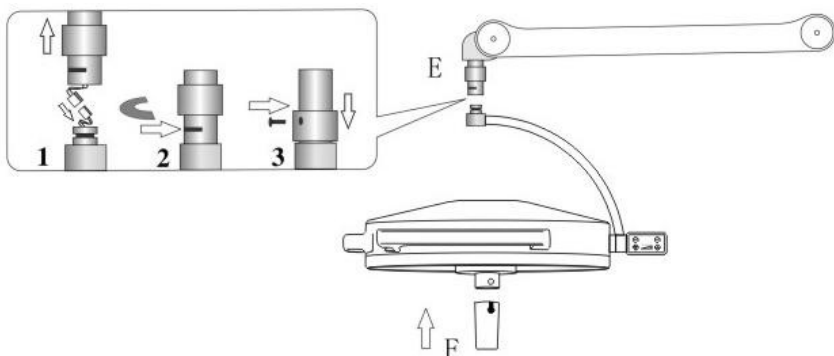

Abbildung 6
6) Montage der Lampenfassung: Lösen Sie die Schraube an der Abdeckung des sichelförmigen Stift, schieben Sie den Halbmondstift nach oben und entfernen Sie ihn, verbinden Sie dann die **Lampenfassung**① und den **Federarm**④ gemäß Abbildung 6-E in der Reihenfolge 1, 2, 3; das heißt: Erster Schritt: Stecken Sie den Stromstecker an. Zweiter Schritt: den Halbmondstift montieren. Dritter Schritt: Die Abdeckung aufsetzen und befestigen. Zuletzt die **Taste** ⑩ am mittleren Griff in Abbildung 6-F drücken, wobei die Führungsnut des mittleren Griffs ③ einrasten muss; die Knopf, bis er herauspringt; damit ist die Installation der Arbeitsleuchte abgeschlossen.